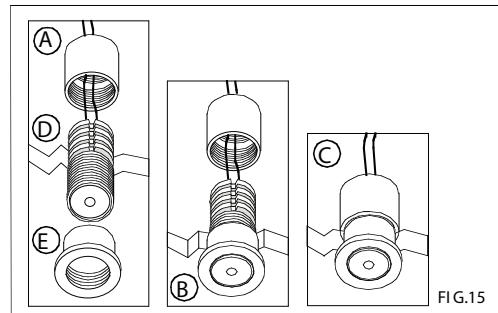

FIG.15
- Svitare le ghiera A ed E ed inserire l'apparecchio D nel foro predisposto FIG.15
- Avvitare la ghiera di finitura E fino a portarla in battuta FIG.15 C
- Serra re la ghiera di blocca ggio FIG.15 C
- Loosen the rings A and E and insert the light fixture D into the hole FIG.15
- Dévisser les anneaux A et E et insérer l'appareil D dans le trou FIG.15
- Viss er l'anneau de finition E jusqu'à l'arrêt FIG.15 B
- Serre r l'anneau de b locage FIG.15 C
- Die Ringe A und E lösen und die Leuchte D im Deckenloch einführen FIG.15
- Du e Zierri E festdr hen bis es blockiert bleibt FIG.15 B
- Die Sicherheitsring festdr ehen FIG.15 C
- De stormillar los a ros A y E y inserir la lumínaria D en el a gujero FIG.15
- Atornillar el aro de aca bamiento E hasta que queda blo quea do FIG.15 B
- Apretar el aro de blocaje FIG.15 C